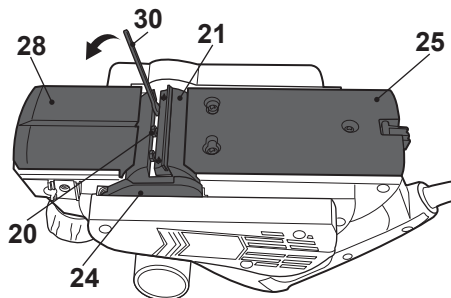
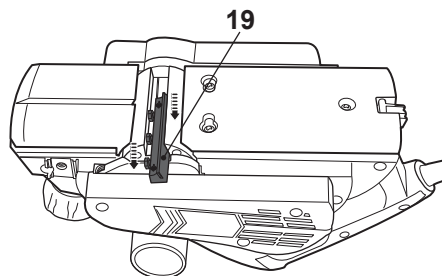

Fig. 15
Fig. 16
- > Rode o rolo porta-lâminas (21) de modo que a ranhura fique paralela à base de aplainar (25 e 28).
- > Solte ligeiramente os pernos hexagonais (20) rodando-os para a esquerda utilizando a chave (30) (Fig. 15).
- > Pressione a proteção (24) para baixo e mantenha-a nesta posição.
- > Empurre ligeiramente a lâmina (19) com um pedaço de madeira e depois retire-a utilizando uma ferramenta adequada, p. ex. pinças (Fig. 16).